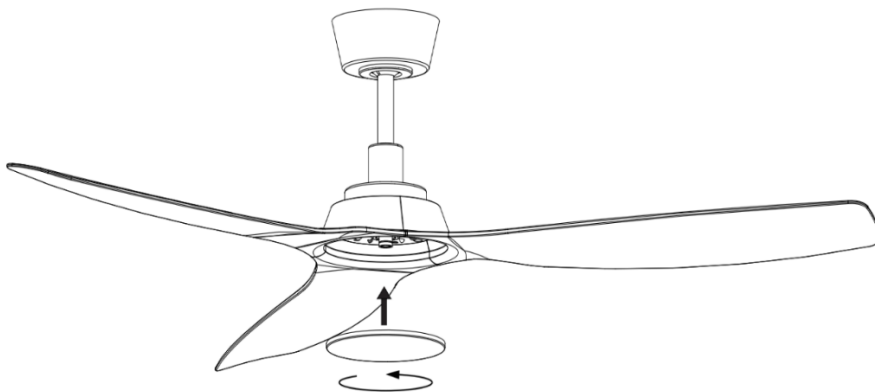

Fig. 5
**INSTALLAZIONE DELLA COPERTURA INFERIORE (Fig. 5)**